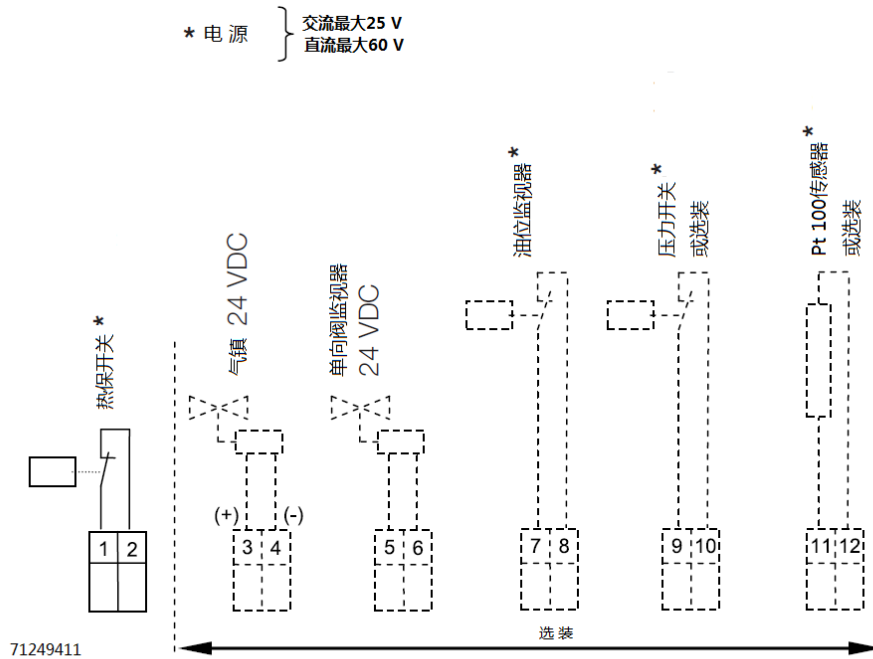

图. 7
必须在接线盒中进行连接（见图. 7）。
当油温超过（115 °C/239 °F）时，就会停泵。也可连接一个报警系统。（见图. 7）
在接线盒中进行连接（见图7）。正负极必须连接正确。
- 24 V 直流电磁气镇阀。必须在接线盒中进行连接（见图7）。
- 直流电磁阀驱动的防返油阀。必须在接线盒中进行连接（见图7）。